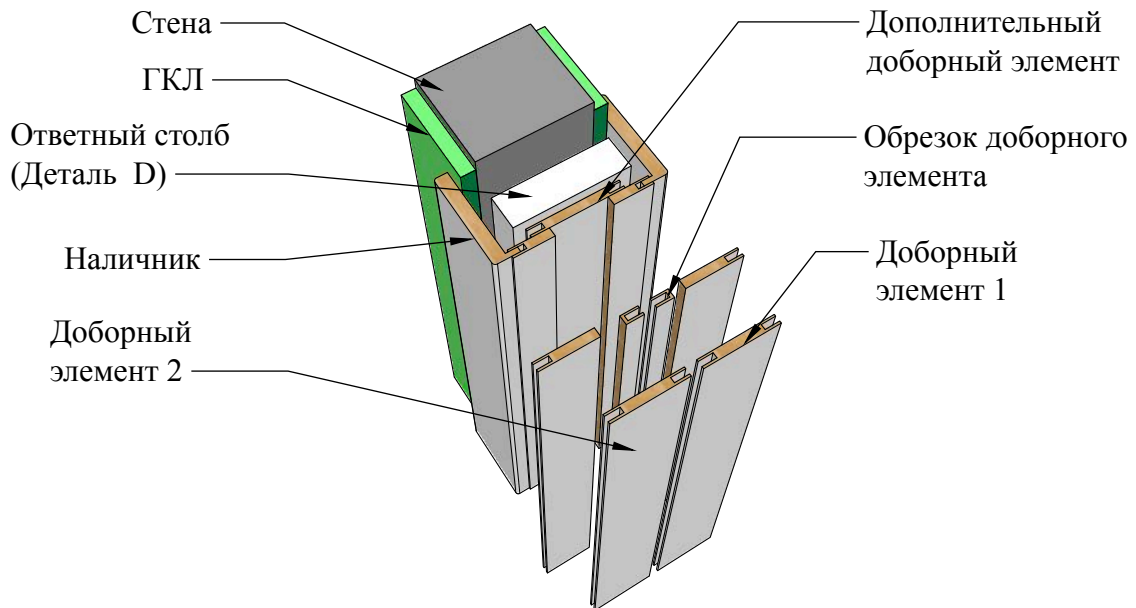

Рисунок 30
3. Использовать доборные элементы для формирования углубления для дверного полотна. Используется та же техника что и в пункте 2 + дополнительный доборный элемент. На боковые пиленные части доборного элемента приклеить щеточный уплотнитель соответствующего цвета 6x7 мм (Рис.30).